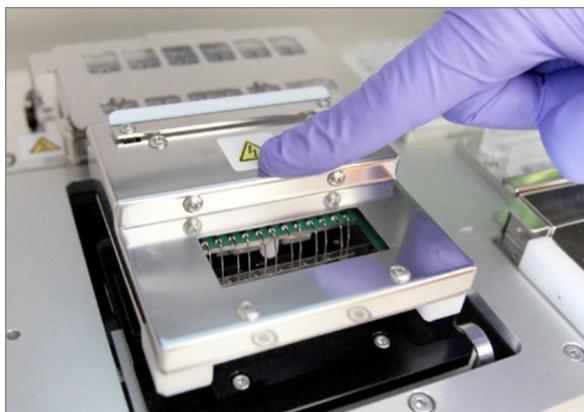

FIGURA 5.20: abbassare con cautela la struttura degli elettrodi sopra la cartuccia.
14. Abbassare con cautela la struttura degli elettrodi sopra la cartuccia (**FIGURA 5.20**). I 24 elettrodi devono inserirsi con facilità nei 24 pozzetti. Toccare **Next** (Avanti).
IMPORTANTE: non utilizzare la maniglia di rilascio per abbassare la struttura. In tal modo si impedisce che la struttura si blocchi. Premere invece il corpo della struttura, lontano dalla maniglia di rilascio (**FIGURA 5.20**).